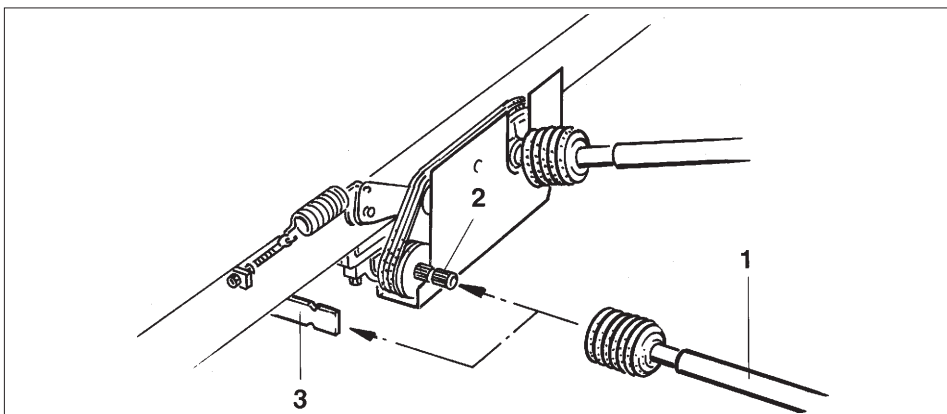

Fig. 4.26
- Skjut in sprinten (bild 4.26/1) framtill mellan kraftöverföringsanslutningarna och säkra med fjädersprinten (bild 4.26/2).